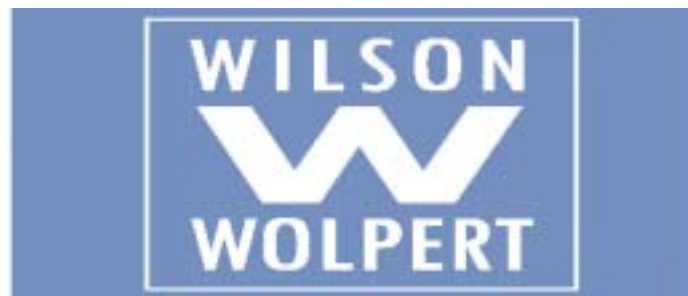

图 5-1 WOLPERT 商标
1. 按下电源开关上的“I”标记，打开硬度计电源，系统会发出“滴滴”的声音并在屏幕上显示 WOLPERT 的商标约 3 秒钟，见图 5-1 所示。接着系统显示主菜单，这表明系统经检测正常。